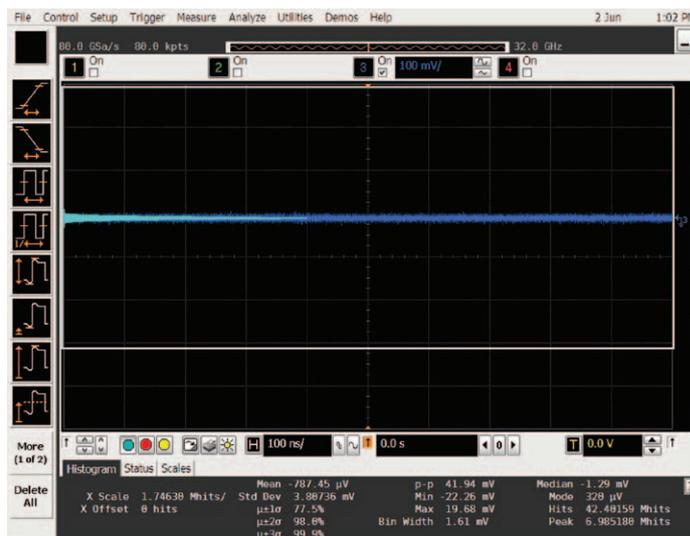

図4. 信号を1 div上に調整することでオフセットを変更できます。
- 図4に示すように、画面上で1つ上の目盛りに信号を上げることでオフセットを変更します。